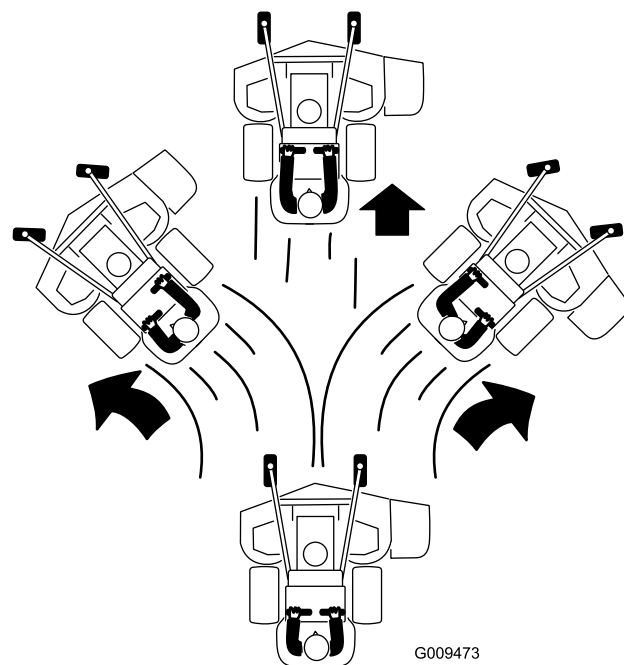

Figure 19
4. Poussez les leviers de commande de déplacement lentement en avant (Figure 19).